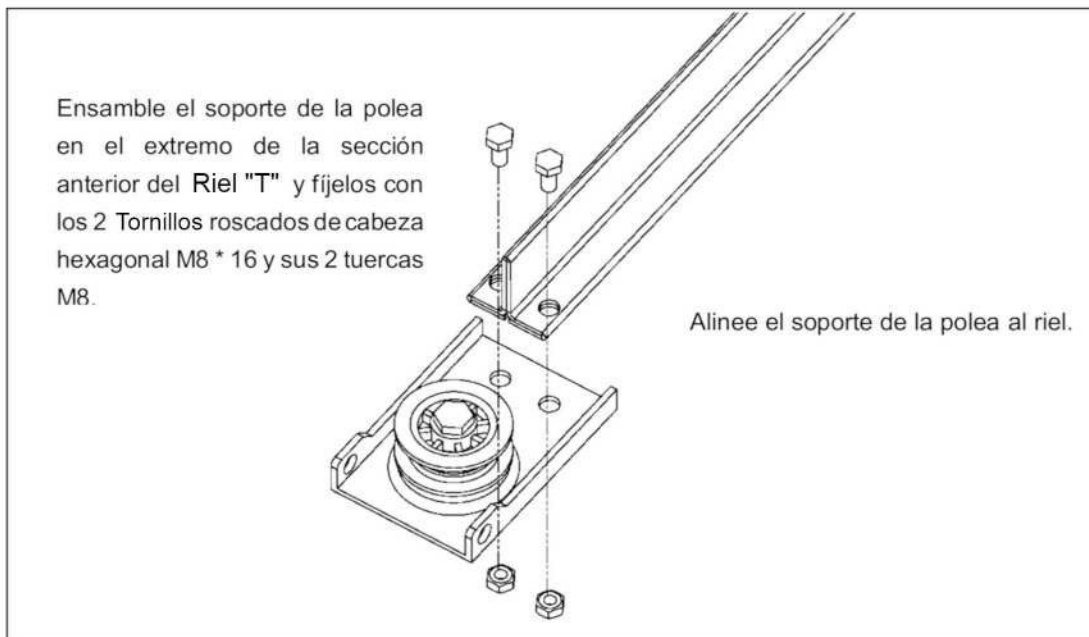

Fig.24
5.9.-Ensamble del Soporte de la Polea del Riel "T" (Fig.24).